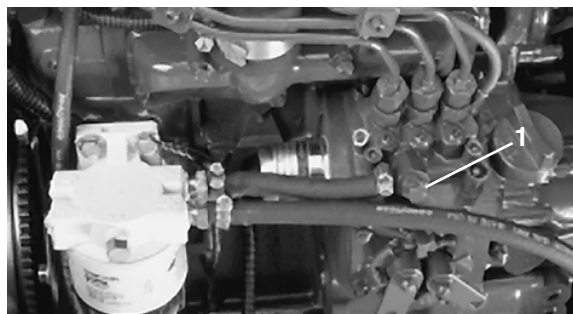

Figure 16
- 3. Desserrez la vis de purge sur la pompe d'injection (Fig. 16).